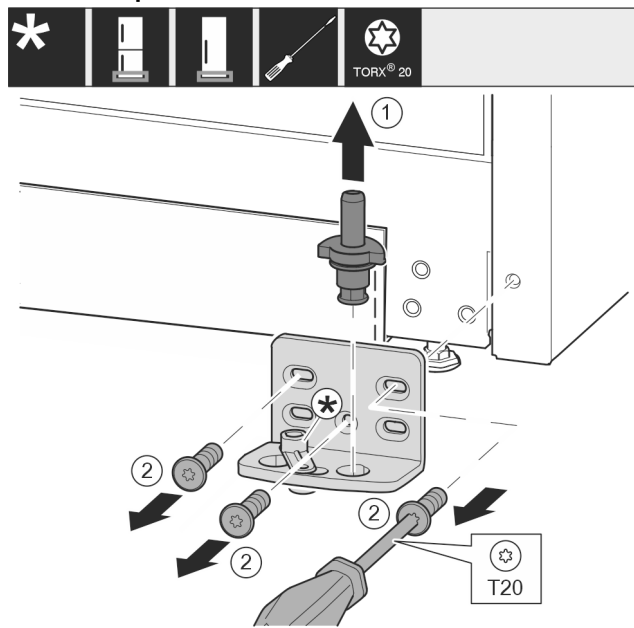

Fig. 20*
- ▶ Extrageți complet bolțul de lagăr în sus.* Fig. 20 (1)
- ▶ Extrageți prin rotire și detașați șuruburile cu șurubelnița T20.* Fig. 20 (2)